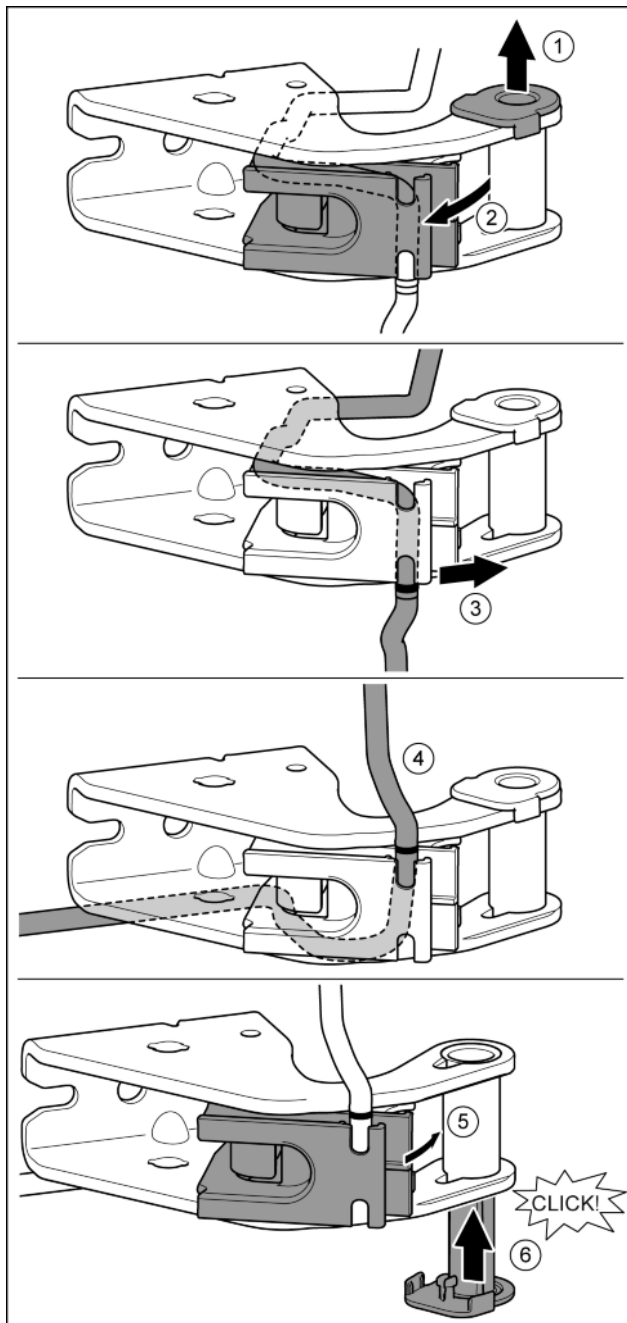

Fig. 26
- ▶ Vytáhněte ložiskové pouzdro z vedení. Fig. 26 (1)
- ▶ Otočte držák kabelu ven. Fig. 26 (2)
- ▶ Uvolněte kabel z vedení. Fig. 26 (3)
- ▶ Vložte kabel zrcadlově obráceně. Fig. 26 (4)
- ▶ Otočte držák kabelu dovnitř. Fig. 26 (5)
- ▶ Ložiskové pouzdro vložte z druhé strany a zaklesněte. Fig. 26 (6)